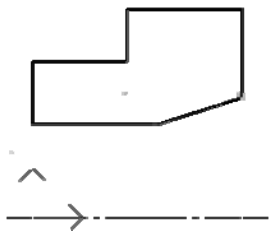

图 4-53 绘制直线 2
4) 选择下拉菜单“绘图”→“直线”命令,或者单击“绘图工具”工具栏上的“直线”按钮,设置立即菜单选项为“连续”和“非正交”,输入坐标(0,18),(18,24)和(40,23),如图 4-53 所示。